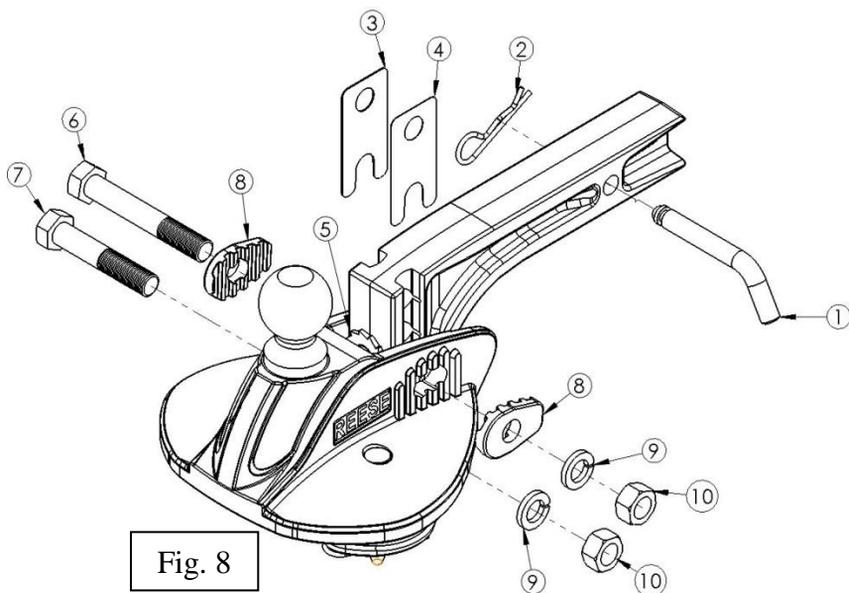

Fig. 8
- Inserte el tornillo corto de 3/4" a través del orificio inferior del soporte de la esfera y un orificio en la barra de enganche que se posicionará a la parte superior de la esfera de 1/2" -1" por encima de la parte superior del acoplador (Ver Fig. 8 y 8A).